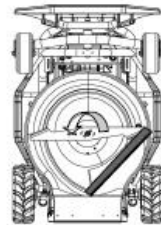

Abbildung 01
3. Verwenden Sie einen Holzblock oder ein geeignetes Positionierungsgerät, um die Klinge stabil zu halten, wie in Abbildung 01 gezeigt.